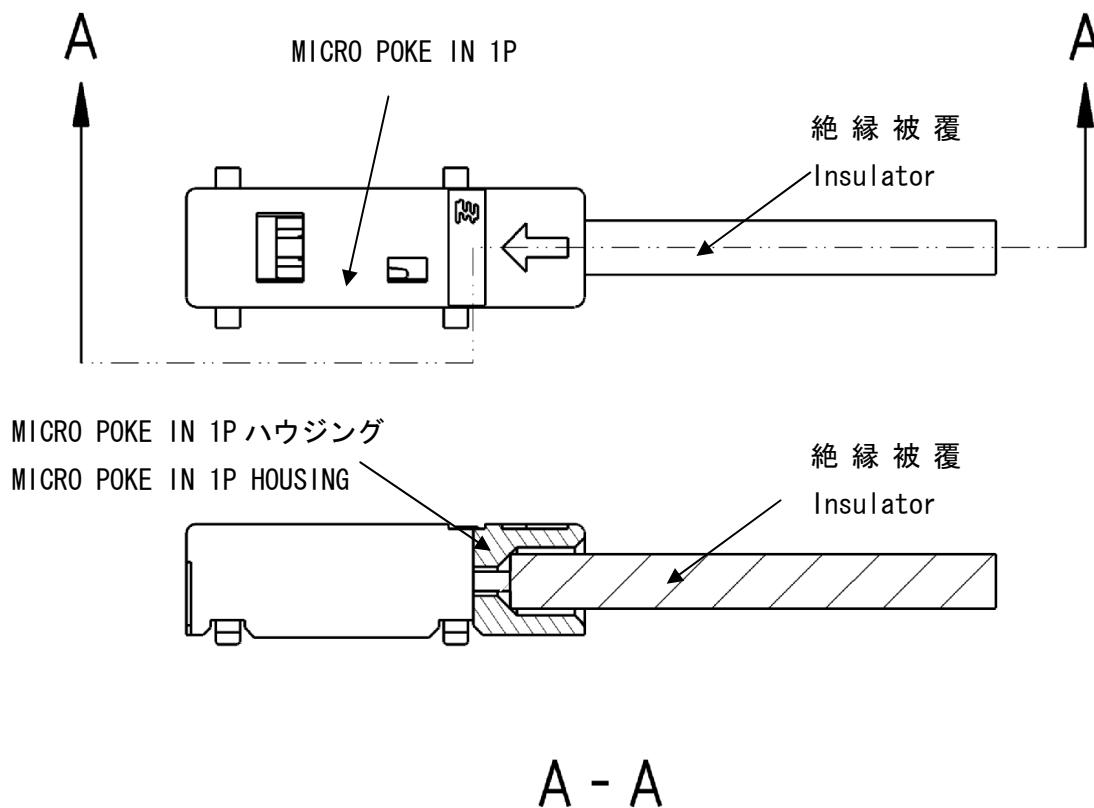

Fig. 3
- 4.2.2 ワイヤ挿入時、ワイヤ絶縁被覆がMicro poke inのハウジング内部に突き当たるまで挿入すること。(Fig. 3参照)
- 4.2.2 Insert it until the wire insulator part bumps in the housing of MICRO POKE IN 1P when you insert the wire. (ref Fig. 3)